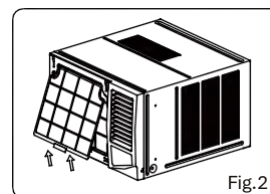

Fig.2
Saisissez la languette à l'extrémité du filtre, soulever-la, puis tirer-la vers vous et tirez le filtre vers l'extérieur (voir Fig.2).
1. Insérez le filtre à air dans la fente du cadre de haut en bas. (Voir Fig. 2)